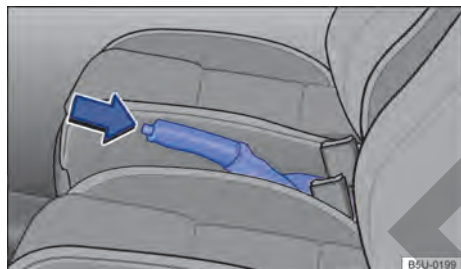

Fig. 91 Entre los asientos delanteros: palanca del freno de estacionamiento.
- Tirar de la palanca del freno de estacionamiento hacia arriba con la tecla de bloqueo presionada → **fig. 91** (flecha).
- Tirar de la palanca del freno de mano un poco hacia arriba y presionar la tecla de bloqueo → **fig. 91** (flecha).